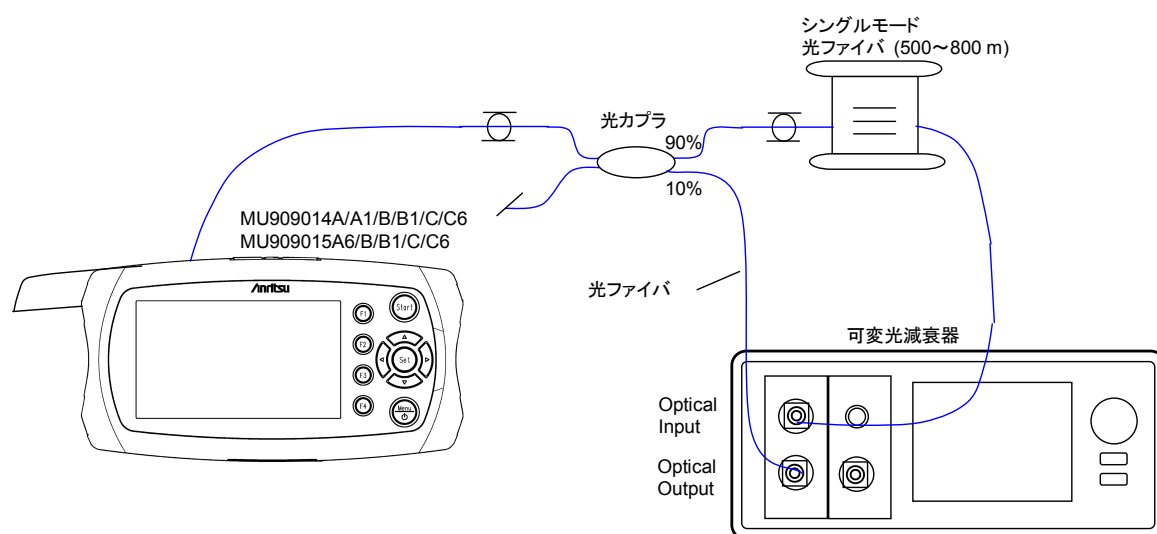

図11.1.7-1 デッドゾーン測定の接続図
1. 本器と、測定器を図 11.1.7-1のとおりに接続します。